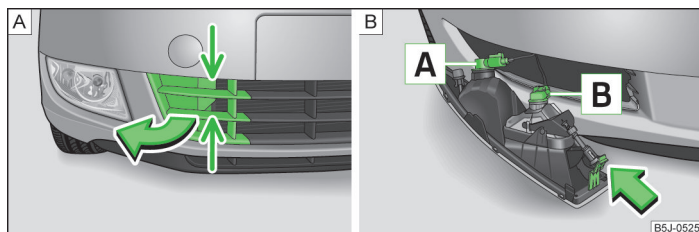

Fig. 157 Parachoques delantero: Rejilla protectora/desmontaje del faro antiniebla
Asignación de bombillas » fig. 157.
» Agarrar la rejilla protectora por el punto indicado por flechas » fig. 157 - **A** y sacar la caperuza protectora.
- » Meter la mano en la apertura en la rejilla protectora y presionar la pestaña de enclavamiento » fig. 157 - **B** en el sentido de la flecha.